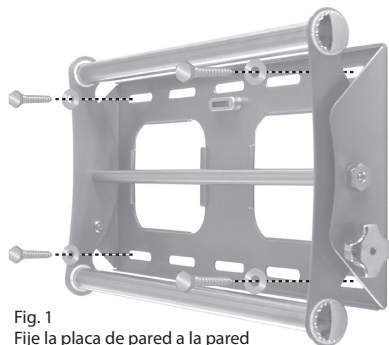

Fig. 1 Fije la placa de pared a la pared
5. Con la ayuda de otra persona, vuelva a colocar la placa de pared y nivélela utilizando un nivel de burbuja. Fíjela a la pared utilizando los Pernos de fijación (Q) y las Arandelas para pernos de fijación (R) suministrados (Fig. 1).